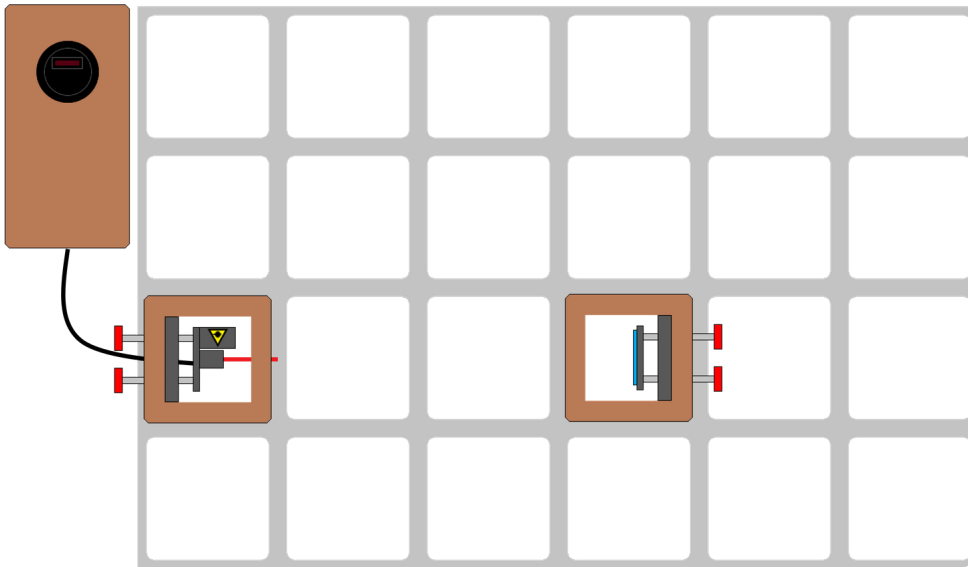

Abb. 2 – Justieren des ersten Spiegels
- ② Entferne die Linse und den Schirm aus dem Aufbau und ergänze einen der Spiegel (Abb. 2). Justiere dann den Spiegel so, dass der Laserstrahl genau in die Laserdiode zurück reflektiert wird.